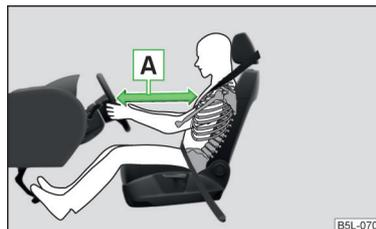

Fig. 9
- Il est important que le conducteur et le passager avant se tiennent à une distance minimum de 25 cm du volant et du tableau de bord **A** » fig. 9. Les airbags ne peuvent pas vous protéger si vous en êtes plus près - danger de mort ! Les sièges avant et les appuie-têtes doivent en outre toujours être ajustés en fonction de la taille des personnes.